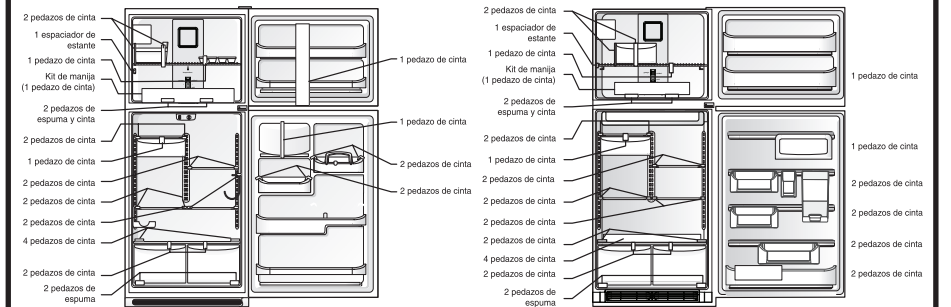

Figura 4 (algunos modelos)
- 4 Algunos modelos están equipados de soporte antivuelco (figura 4). Afloje en sentido de las agujas del reloj hasta que toque el suelo.